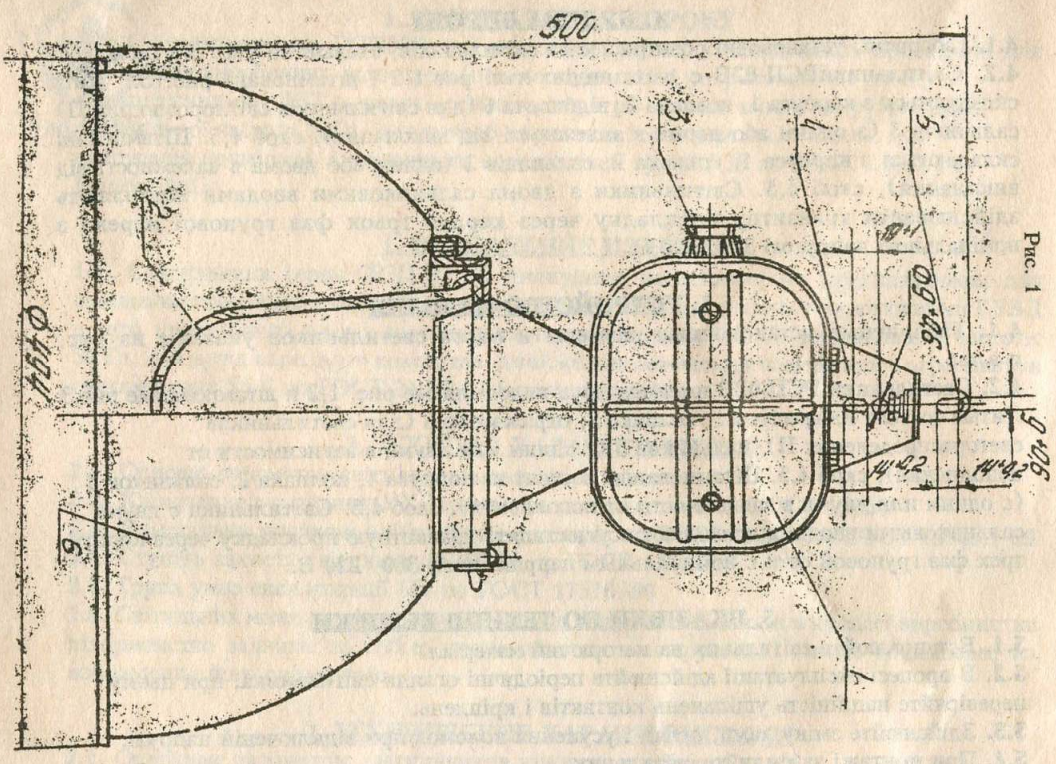

Рис. 1
- 4.2. Світильники РСР-02В є двох видів: литі рис.1,2 і штамповані рис. 3. Литі складаються з корпусу 1, ковпака 2, відбивача 6 (для світильників світлорозподілу П) сальників 3 (з одним або двома в залежності від виконання), скоб 4,5. Штамповані складаються з корпусу 1, ковпака 2, сальників 3 (одним або двома в залежності від виконання), скоб 4,5. Світильники з двома сальниковими вводами дозволяють здійснювати транзитну прокладку через корпус трьох фаз групової мережі з номінальною напругою 380/220 В.
- 4.2. Светильники РСР-02В имеют двух видов: литые рис. 1,2 и штампованные рис.3. Литые состоят из корпуса 1, колпака 2, отражателя 6 (для светильников светораспределения П), сальников 3 (с одним или двумя в зависимости от исполнения), скоб 4,5. Штампованные состоят из корпуса 1, колпака 2, сальников 3 (с одним или двумя в зависимости от исполнения), скоб 4,5. Светильники с двумя сальниковыми вводами позволяют осуществлять транзитную прокладку через корпус трех фаз групповой сети с номинальным напряжением 380/220 В.
- 6.1 Установка світильника може проводитись (рис. 1,2,3):
Рис. 1а
Решу див. Рис. 1
Остальное смотри Рис. 1
6.1. Установка светильника может проводиться (рис.1,2,3):